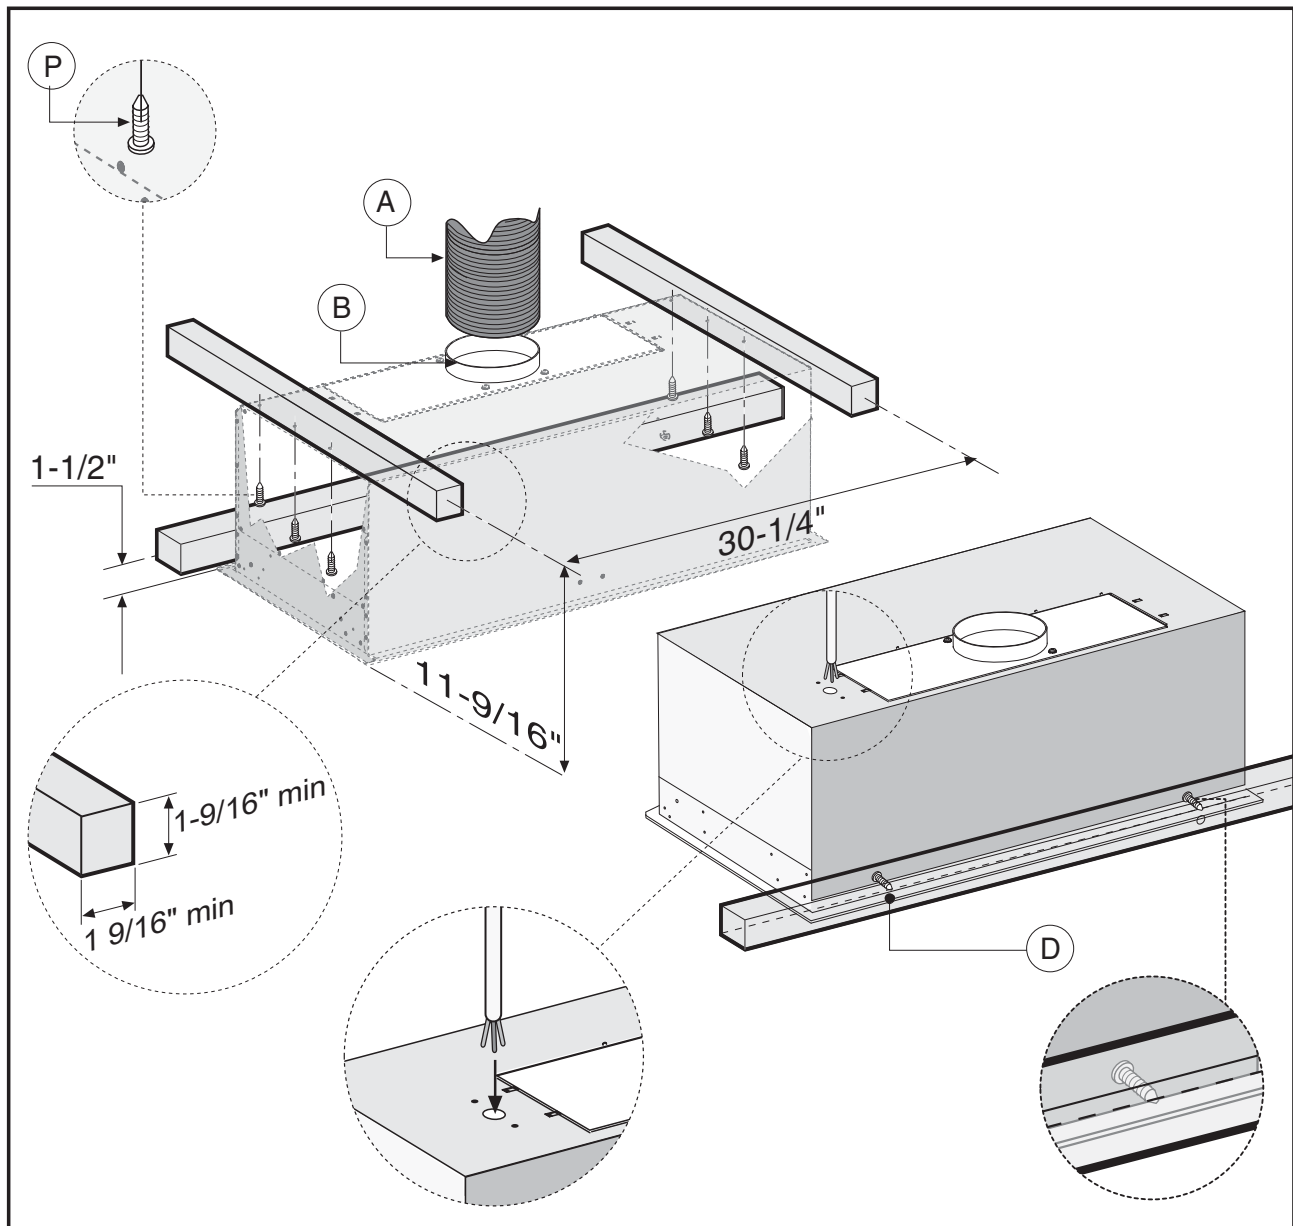

Fig.3
- 1) Fijar la campana con la estructura en madera (Fig.3).
Fije el aparato con los 6 tornillos **P** (**Fig.3**), y realice la fijación de seguridad con los 2 tornillos **D** (**Fig.3**).
Con este tipo de instalación, el aparato descarga los vapores al exterior a través de una pared perimétrica o de una canalización existente. Por ello, es necesario comprar un tubo de evacuación de aire **A** (no suministrado), del tipo previsto por las normas vigentes, no inflamable, y conectarlo a la brida **B** (**Fig.3**).